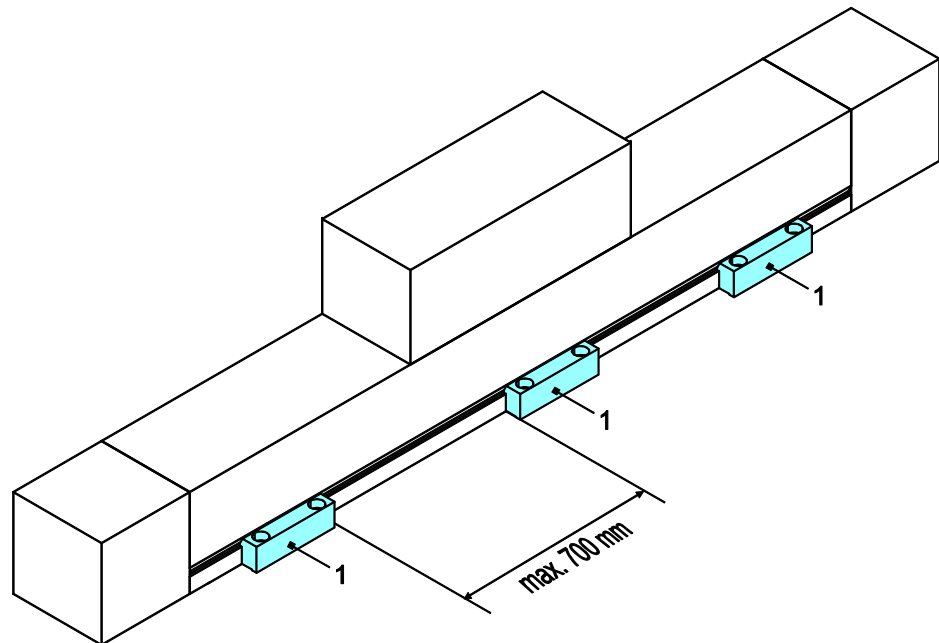

Bild 4: Befestigungsleisten(1)
1. Die Befestigungsleisten (1) lose an der Position befestigen (Bild 4).
3. Die Befestigungsleisten (1) festschrauben (Anziehdrehmomente siehe Kap. 3).